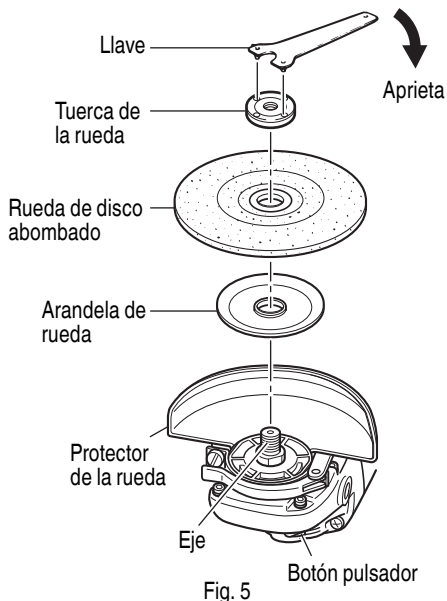

Fig. 5
- Compruebe el botón pulsador. Cértese de que el botón pulsador esté desenganchado presionándolo dos o tres veces antes de conectar la alimentación de la amoladora. (Fig. 5)
- Presionando el botón pulsador con una mano, bloquee el eje girando lentamente la rueda de disco abombado con la otra mano. Apriete la tuerca de la rueda utilizando la llave suministrada como se muestra en la Fig. 5.